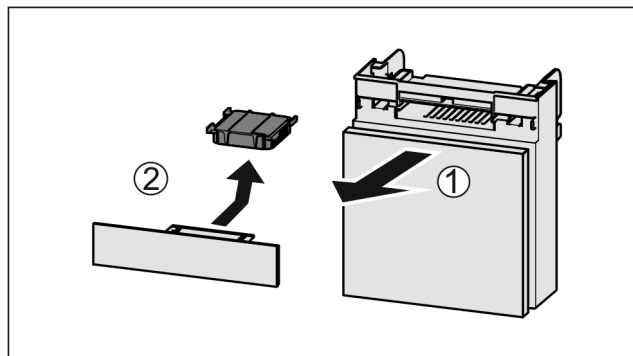

Fig. 85
- ▶ Fach nach vorne herausziehen Fig. 85 (1).
- ▶ Aktivkohlefilter entnehmen Fig. 85 (2).